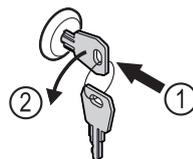

Fig. 177
- ▶ Zatlačte kľúč. Fig. 177 (1)
- ▶ Otočte kľúč o 90° v protismere hodinových ručičiek. Fig. 177 (2)